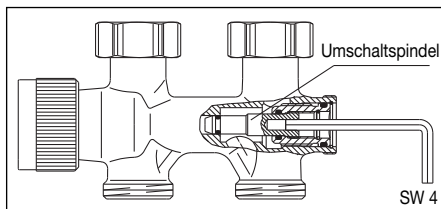

Abb. 8 Umschalten auf Einrohrbetrieb
3. Umschaltspindel (SW 4) aus der geschlossenen Stellung durch Linksdrehen (s. Abb. 8) auf den erforderlichen Heizkörperanteil gemäß Diagramm für Einrohrbetrieb einstellen (Absperrspindel in Offeneinstellung).